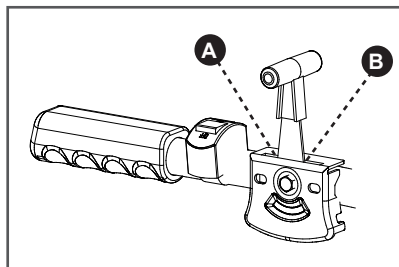

Рис. 29 Положения рычага газа
5. Переведите рычаг газа на 1/3 хода в сторону положения максимальных оборотов двигателя (Рис. 29)
- 5. Переведите рычаг газа в положение «В» максимальных оборотов двигателя (Рис. 29).
- 7. Для изменения скорости движения мотоблока на каждой передаче пользуйтесь рычагом газа (Рис. 29).
5. Переведите рычаг газа в положение «В» максимальных оборотов двигателя (Рис. 29).